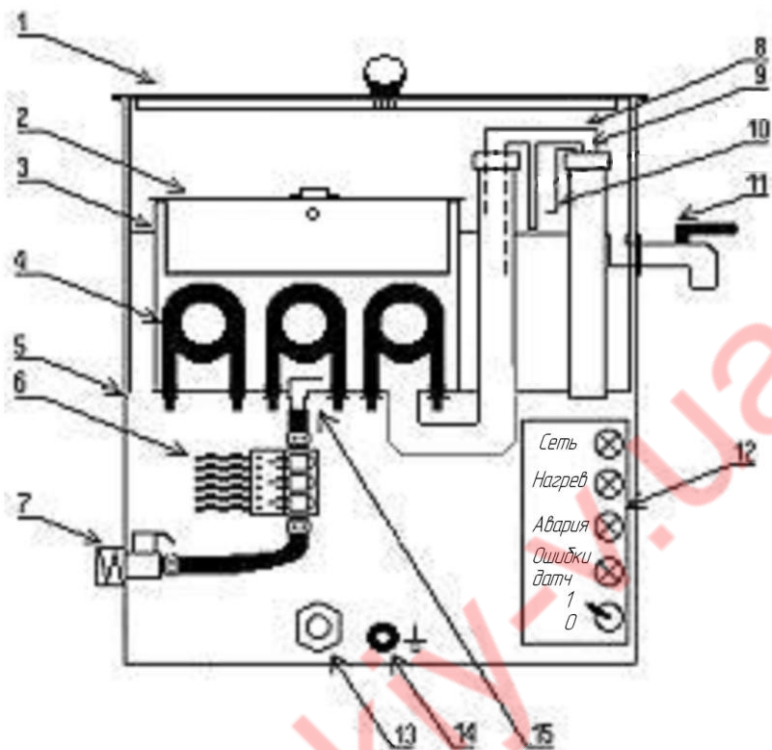

Рис. 1. Структурна схема кип'ятильника
5.1 Принципова схема кип'ятильника відповідає рис. 1 і таблиці 2.
5.2 Кип'ятильник (див. рис.1) підключається до трифазної мережі 400 В 50 Гц. Про наявність напруги в апараті при ввімкненому тумблері сигналізує світлодіод жовтого кольору «МЕРЕЖА». Про роботу нагрівачів (ТЕНів) сигналізує світлодіод червоного (жовтогарячого) кольору «НАГРІВАННЯ». Про наявність аварії сигналізує світлодіод миготливих кольорів «АВАРІЯ», про несправності датчиків сигналізує світлодіод «Помилка», який горить одним із кольорів: червоним, зеленим або синім (RGB).
8.3 Підведення заземлення приєднати до затискача заземлення **зовні корпусу кип'ятильника** між двома гайками (рис. 1 і 2). Приєднати кип'ятильник до електромережі з **окремого автомата (рубильника)**. Рекомендується підключати кип'ятильник через додатково підібраний фільтр води не тільки для очищення, але й зм'якшення води, особливо в регіонах з підвищеною жорсткістю води.